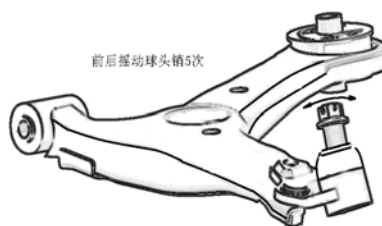

图5.1-16
- ④. 检查下摆臂总成
- a. 如图 5.1-16 所示，在安装螺母前，前后摇动球头销螺栓 5 次。